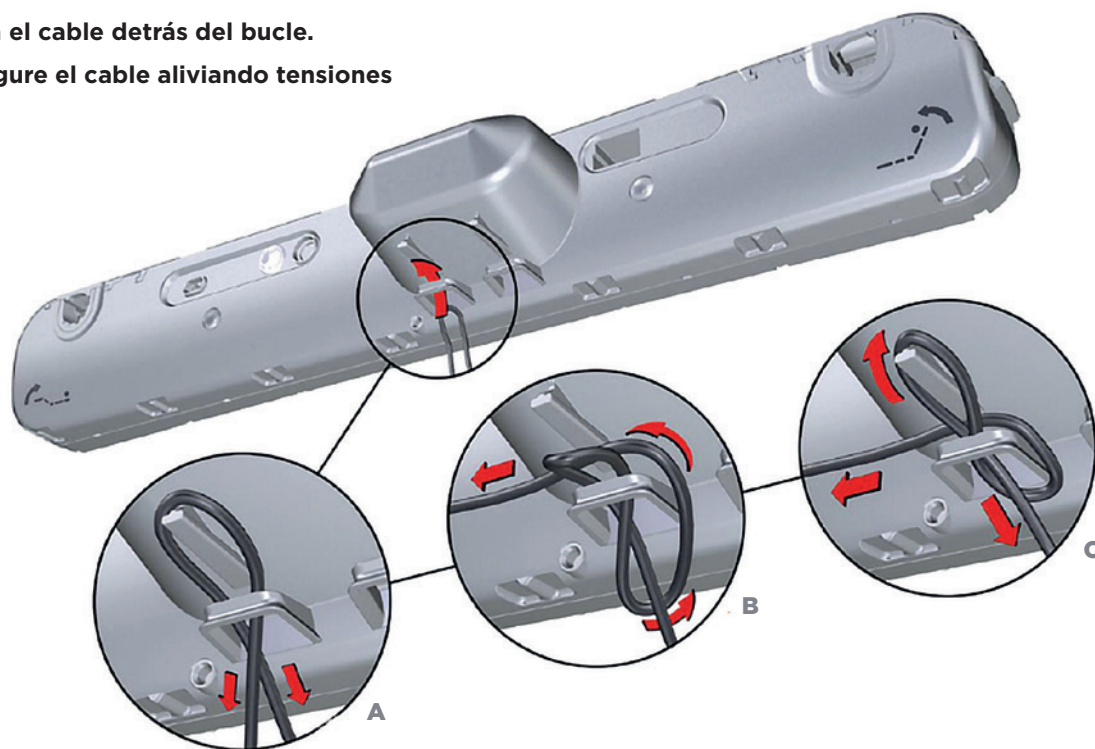

Figura 6. Conexión del cable con el motor a través del dispositivo de alivio de tensiones. transformador PD15
2. EMPUJE EL CABLE EN UN BUCLE A TRAVÉS DEL ALIVIO DE TENSION (COMO SE MUESTRA EN A EN LA FIGURA 6).
3. PASE EL CABLE DERECHO PRIMERO POR DEBAJO DEL CABLE IZQUIERDO Y LUEGO POR DETRÁS YA TRAVÉS DEL BUCLE (COMO SE MUESTRA POR B EN LA FIGURA 6).
4. COLOQUE EL BUCLE SOBRE LA CLAVIJA EN LA UNIDAD Y TIRE DE ÉL LIGERAMENTE HACIA ATRÁS (COMO LO MUESTRA C EN LA FIGURA 6).